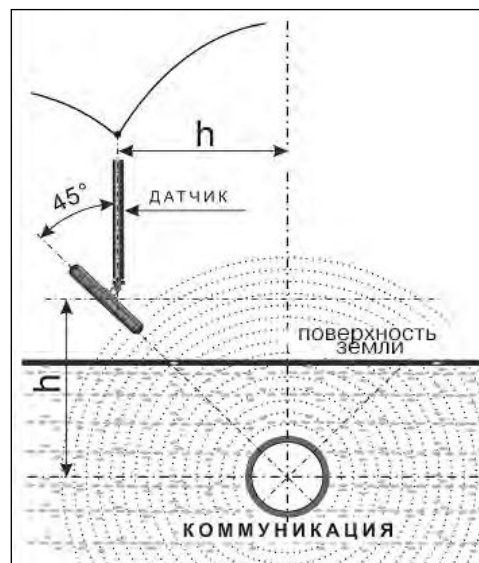

Рис.4.1
2. При положении д тчик ЭМД перпендикулярно тр с-се и под углом  $45^\circ$  к поверхности земли минимум сигн л н блюд ется н уд лении от точки «н д тр ссой», р в-ном глубине з лег ния коммуник ции, когд ось нтенны пересек ет ось тр ссы. Это - косвенный метод измерения глубины з лег ния коммуник ции (рис.4.1).